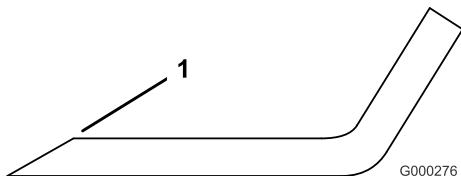

Figura 73
1. Afíle el filo de corte en ambos extremos de la cuchilla (Figura 73). Mantenga el ángulo original. La cuchilla permanece equilibrada si se retira la misma cantidad de material de ambos bordes de corte.